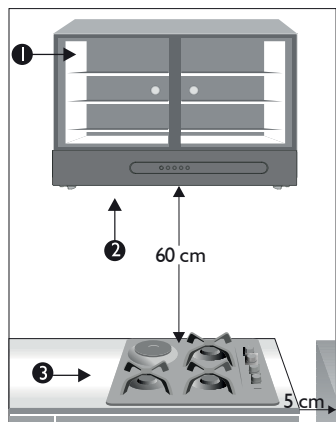

Figura 6
- La distancia entre la base de la campana (2) y la mesa del producto (3) debe ser de 60 cm, para que la campana funcione de manera eficiente y segura. Igualmente, se debe cuidar que la distancia entre los gabinetes que soportan la campana purificadora de aire y la mesa del producto conserven la misma distancia. (Ver figura 6).
- Se debe mantener una distancia mínima de 5 cm entre la Estufa de empotrar y las paredes horizontales adyacentes. (Ver figura 6, página 12).